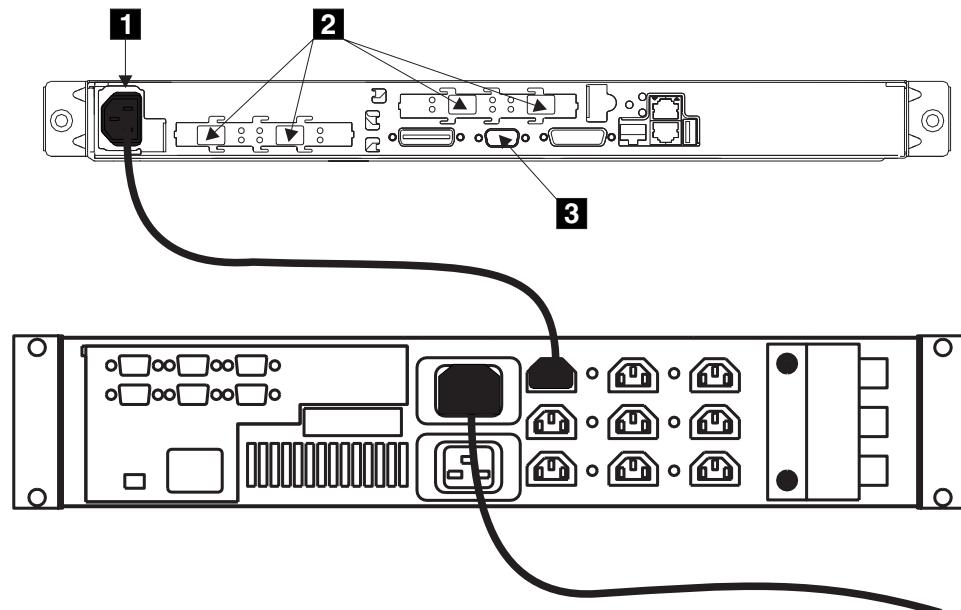

图 1. 电源线和信号插座
本主题告诉您如何检查 SAN Volume Controller 的接地。图 1 显示了 SAN Volume Controller 和不间断电源的接口。
2. 确保电源线 **1** 插入不间断电源。同时确保电源线的另一端连接到机架中的电源。请参阅图 1。